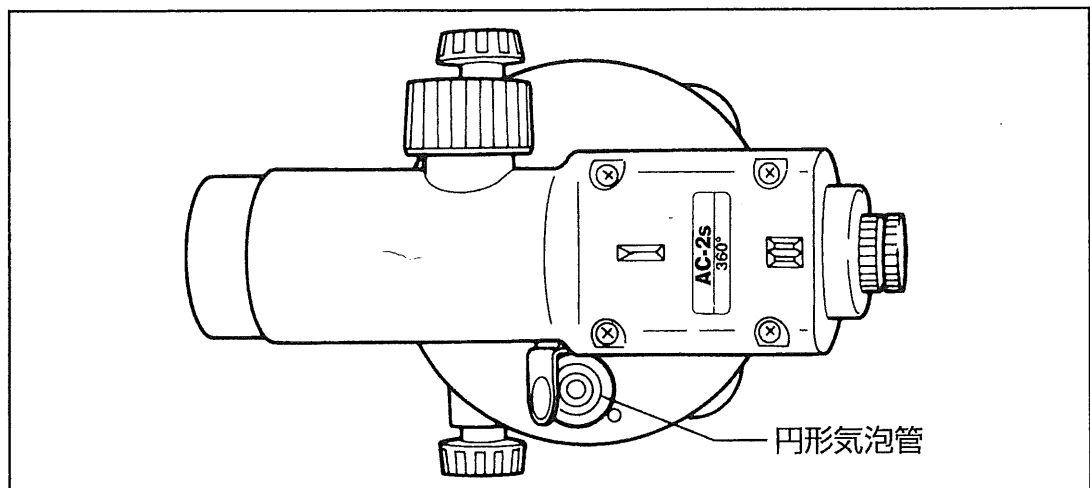

図5
(1) 点検法
- 1 整準ねじを用いて、円形気泡管の気泡が、できるだけ薄茶色の輪の中央に来るように機械をセットします。(図5)